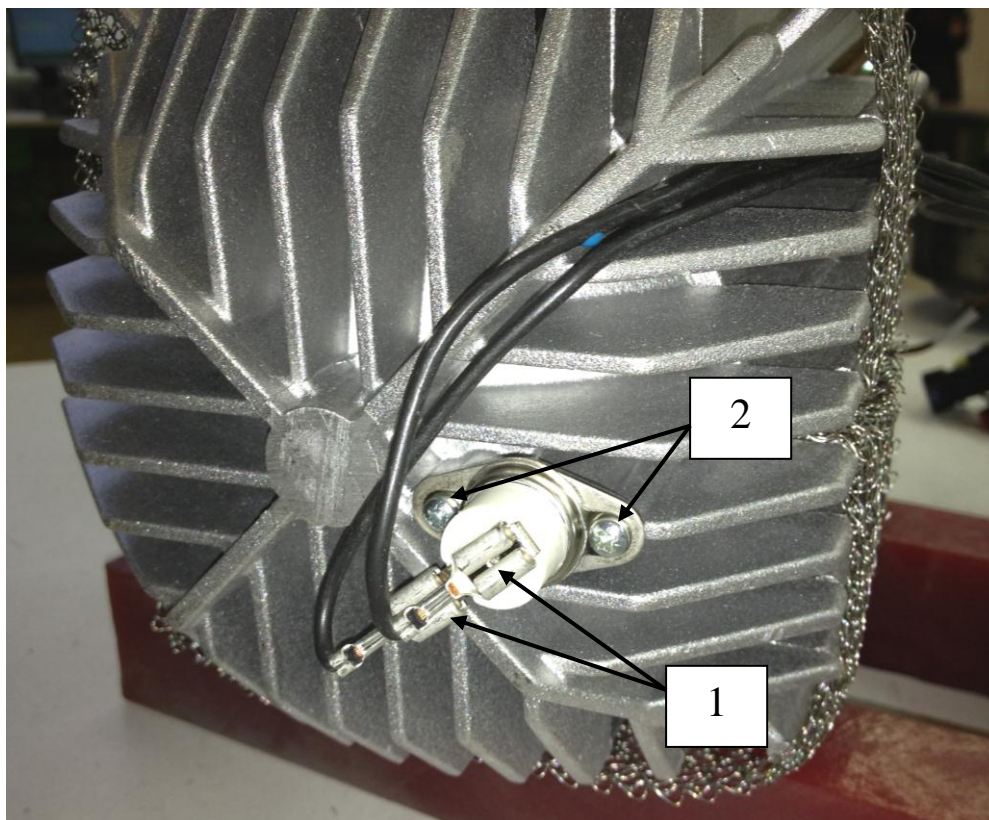

Рис.6 – Датчик перегрева
Датчик перегрева (рис.6) служит для контроля температуры нагрева теплообменника. При достижении теплообменником температуры свыше 250 °С датчик перегрева размыкает электроцепь (размыкается цепь топливного насоса), при этом происходит автоматическое выключение отопителя. Поводом для замены может служить отключение отопителя при температуре теплообменника ниже 250°С или по причинам, указанными в таблице 2.
2. Проверьте блок управления. Замкните между собой контакты проводов идущие от БУ к датчику перегрева (рис.6а), запустите отопитель.
- отсоединить контакты проводов БУ от датчика перегрева (позиция 1, рис.6);
- отвернуть винты крепления датчика (позиция 2, рис. 6) снять датчик перегрева.
Рис.6а – Замкнутые провода